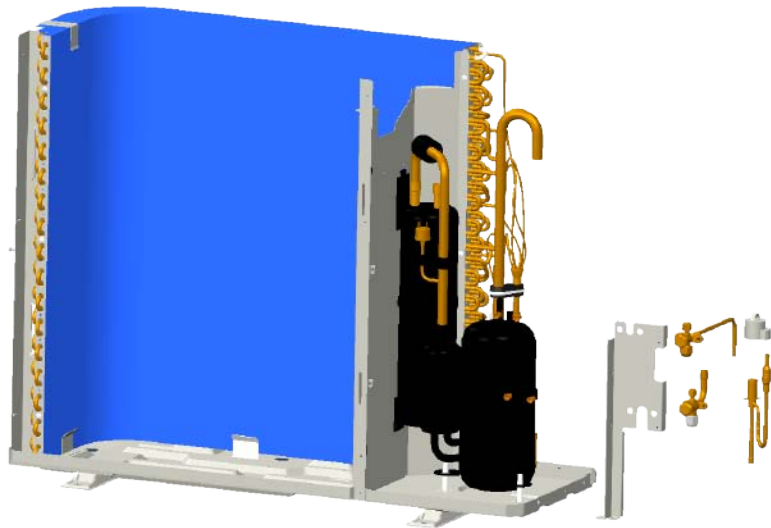

Fig.13
**② Sacar la válvula de líquido.**
- Desoldar los tubos (Fig. 13)